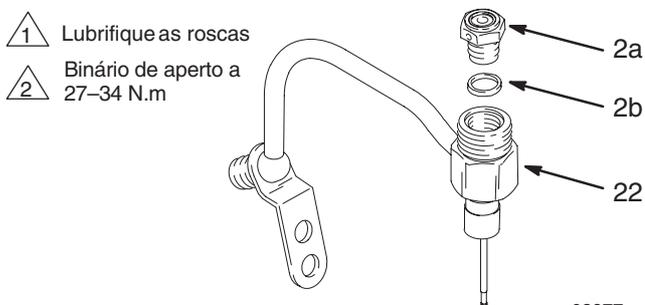

Fig. 15 03977
3. Coloque a junta (2b) na sede da válvula (2a). Lubrifique as roscas da sede da válvula (2a). Aparafuse a sede da válvula no alojamento do líquido (22). Aperte a 27–34 N.m. Ver Fig. 15.